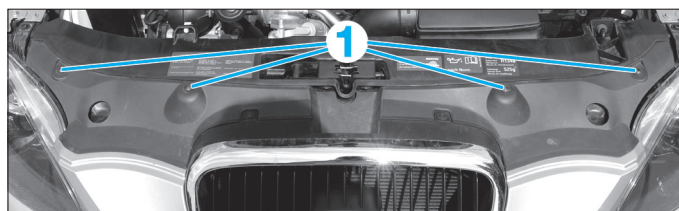

Fig. 1
- Déposer les vis supérieures (1) du bouclier (Fig.1).